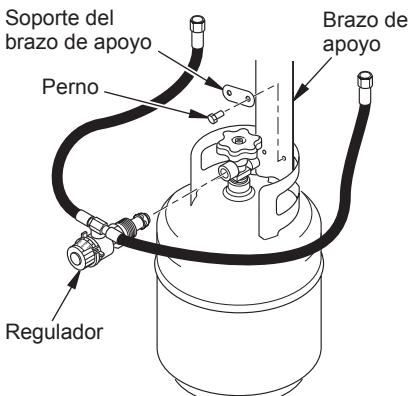

Figura 5. Instalación del brazo de apoyo y el regulador en el tanque de propano o gas LP
- Sólo en los modelos de 30.000 BTU** Fije el calentador al resguardo del cilindro de propano o gas LP con el brazo de apoyo en el interior del resguardo y los pernos en los dos orificios del resguardo (consulte la figura 5). Apriete el soporte del brazo de apoyo en su sitio utilizando las tuercas mariposa que se incluyen.